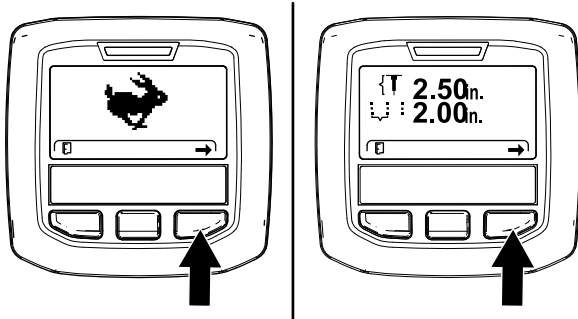

Figura 45
**Notă:** Se afiează ecranul de mod TRANSPORT sau ecranul de mod AERARE (Figura 45).